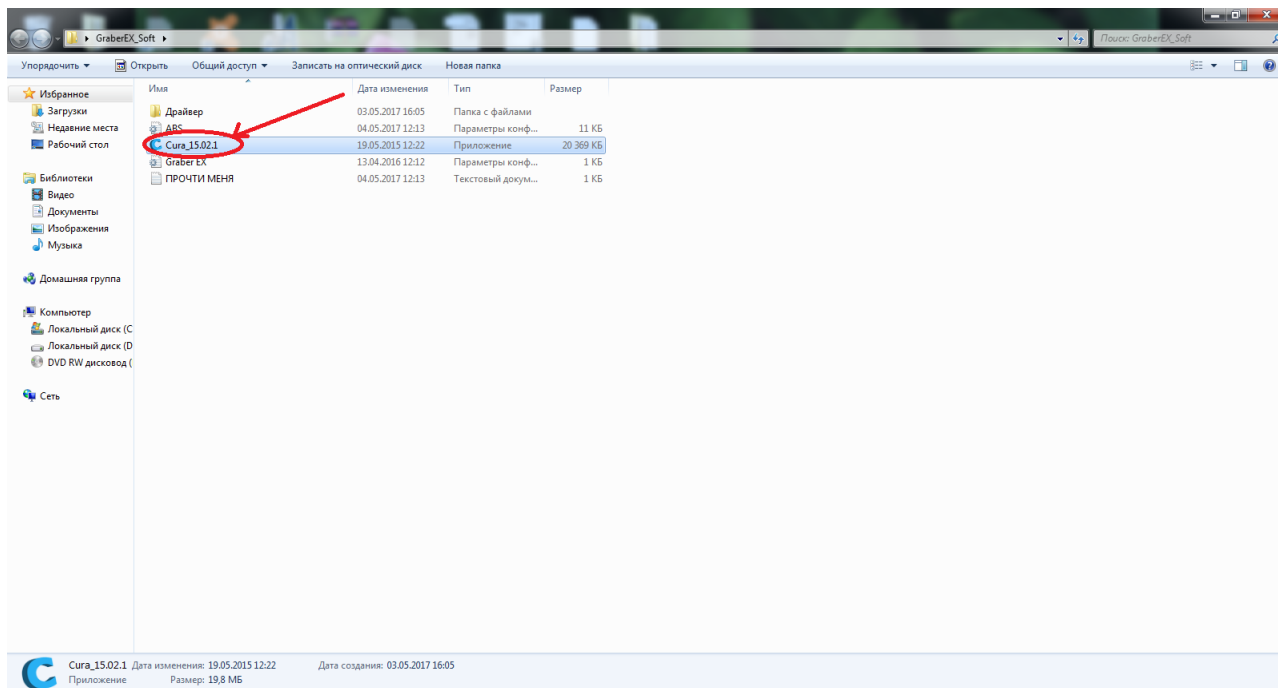

Рисунок 5. Установка программы «Cura»
5) Установите программу Cura . Нажмите на файл "Cura_15.02.1", рисунок 5